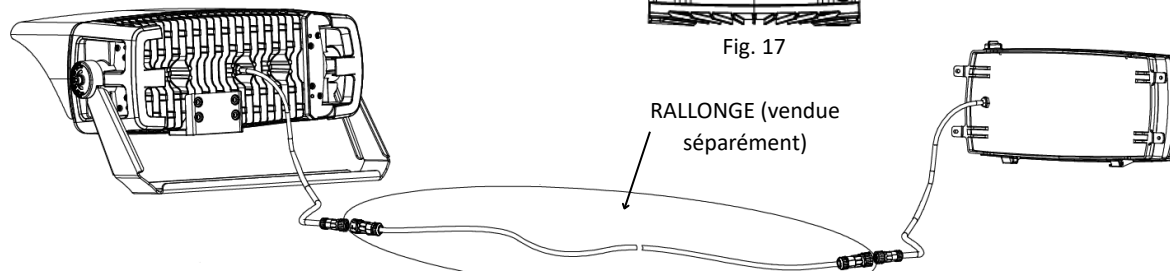

Fig. 19
5. Brancher le luminaire au boîtier du transformateur à l'aide d'une rallonge (figure 19).